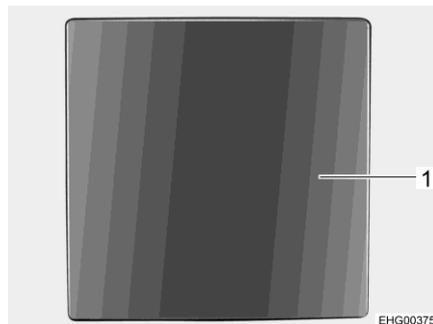

Bild 59 Druckknopf
- Druckknopf (Bild 59,1) drücken. Der Druckknopf springt heraus.